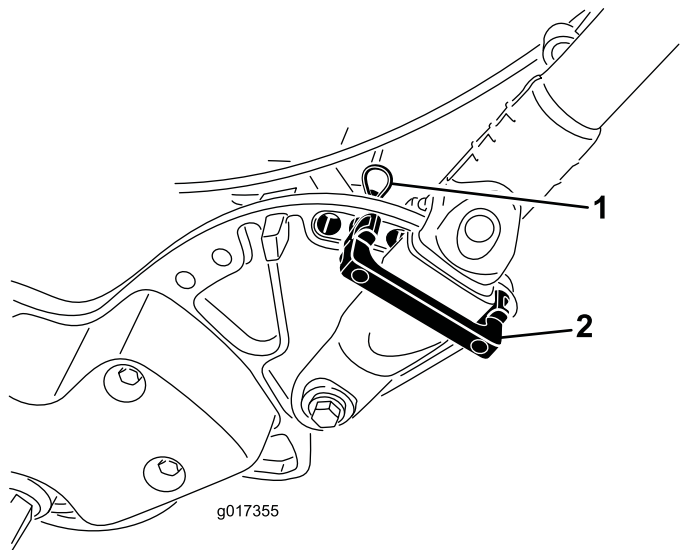

Figura 32
2. Sujetando el manillar, retire las chavetas de cada lado y gire el manillar a la posición de operación deseada (**Figura 32**).
1. Retire las chavetas de los seguros de retención del manillar en cada lado de la máquina (**Figura 32**).